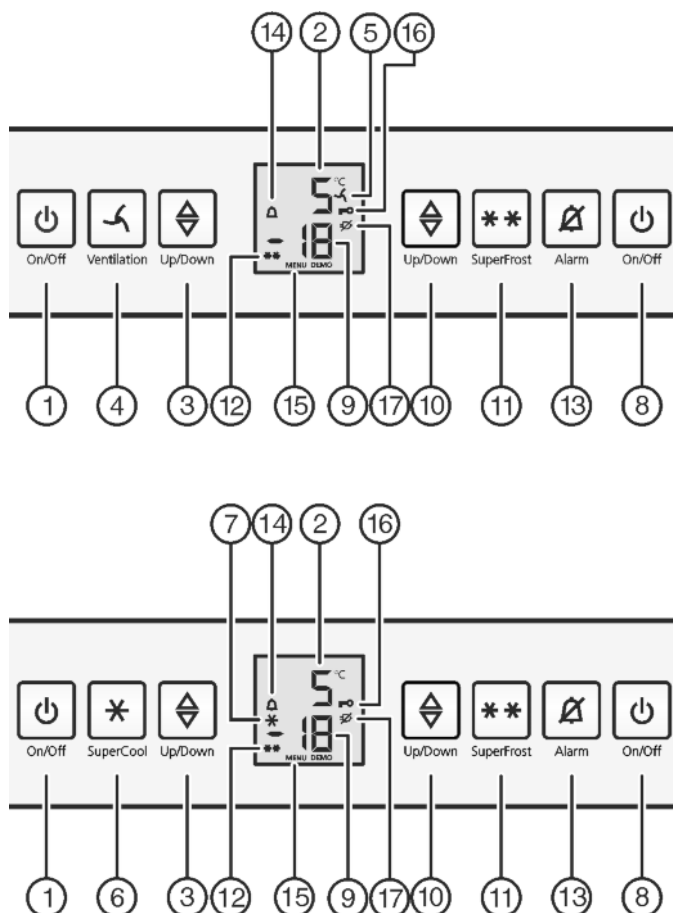

Fig. 2
- Naciśnąć przycisk On/Off zamrażarki Fig. 2 (8).
- Naciśnąć przycisk On/Off chłodziarki Fig. 2 (1).
- Aktywacja trybu regulacji: Naciśnąć i przytrzymać przycisk SuperFrost Fig. 2 (11) przez ok. 5 sekund.
- ▷ Na wskaźniku pojawia się symbol menu Fig. 2 (15).
- Krótko potwierdzić przyciskiem SuperFrost Fig. 2 (11).
- ▷ Na wskaźniku świeci symbol zabezpieczenia przed dziećmi Fig. 2 (16).
- Krótko wcisnąć przycisk On/Off zamrażalnika Fig. 2 (8).
- ▶ Aktywacja trybu regulacji: Naciśnąć i przytrzymać przycisk SuperFrost *Fig. 2 (11)* przez ok. 5 sekund.
- ▷ Na wskaźniku pojawia się symbol menu *Fig. 2 (15)*.
- ▶ Krótco potwierdzić przyciskiem SuperFrost *Fig. 2 (11)*.
- ▶ Symbol zabezpieczenia przed dziećmi *Fig. 2 (16)* gaśnie.
- ▶ Krótco wcisnąć przycisk On/Off zamrażalnika *Fig. 2 (8)*.
Jednocześnie miga wskaźnik temperatury i symbol Alarmu *Fig. 2 (14)*.
Akustyczny sygnał ostrzegawczy milknie automatycznie, znika symbol Alarmu *Fig. 2 (14)* i wskaźnik temperatury przestaje migać, gdy temperatura będzie ponownie wystarczająco niska.
- ▶ Naciśnąć przycisk Alarm *Fig. 2 (13)*.